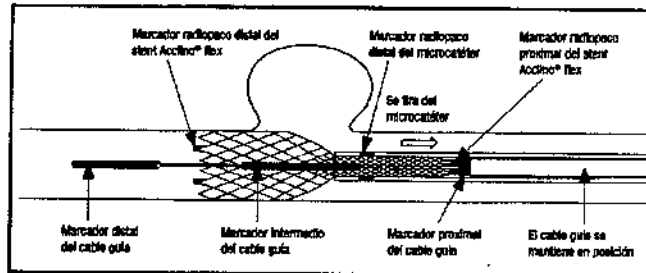

Figura 3. Despliegue del stent al tirar del microcatéter
- Los tres marcadores distales del stent se oponen en cuanto el marcador radiopaco distal del microcatéter pasa proximalmente por los marcadores distales del stent (véase la figura 3).